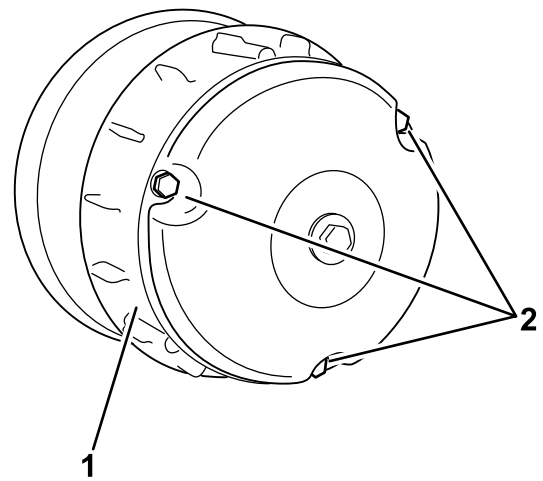

Bild 41
3. Entfernen Sie die drei Schrauben, mit denen die Abdeckung an der Kupplung befestigt ist und nehmen Sie die Abdeckung ab (Bild 41).